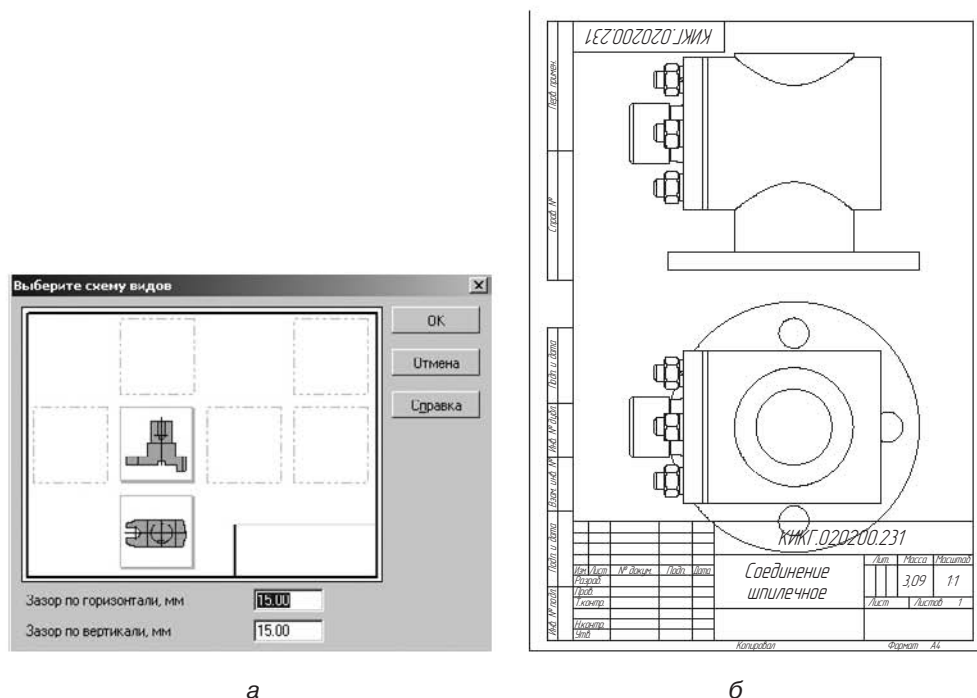

Рис. 3.17. Создание видов
5. Нажмите кнопку **Схема видов**. Откажитесь от создания вида слева (рис. 3.17, а) и нажмите на кнопку **ОК**.
6. Укажите положение видов на чертеже (рис. 3.17, б).